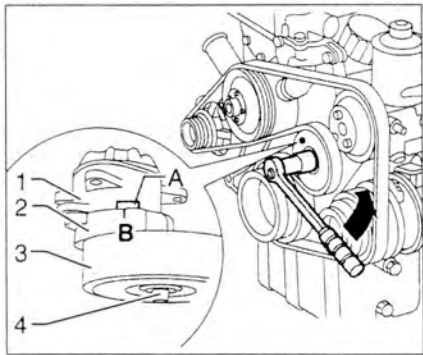

Рис. 2.16. Наклоните влево до упора натяжную планку 2 и натяжной ролик 3 на наружном болте 4.
1. Наклоните влево до упора натяжную планку 2 и натяжной ролик 3 на наружном болте 4 (рис. 2.16).
4. Наклоните влево до упора натяжную планку 2 и натяжной ролик 3 на наружном болте 4 и установите ремень на шкив насоса системы охлаждения (рис. 2.16).